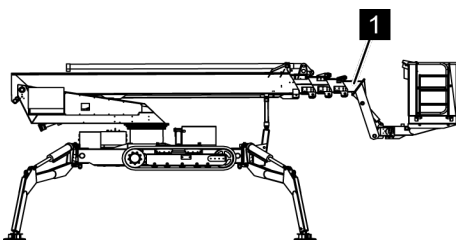

Fig. 157: Bloquer le vérin
2. ➤ Sortir le bras télescopique jusqu'à ce que le vérin avant (Voir la Fig. 157/1) puisse être bloqué avec un élément glissant ou un chariot.